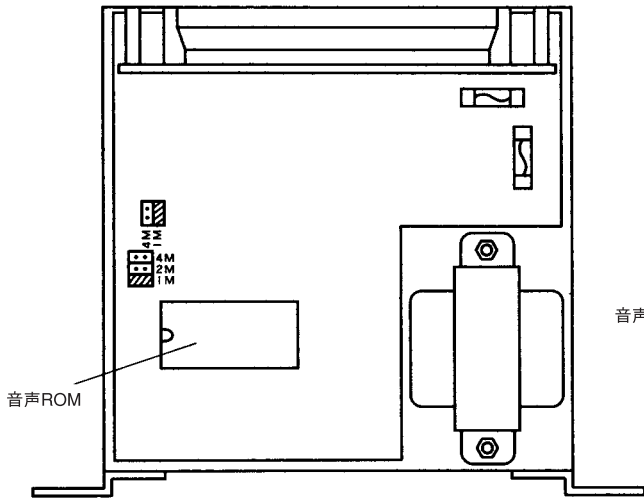

図7. 部品配置図
- 図7、8を参照に基板上にある音声ROM（ソケット式）を引き抜きます。
- 使用する音声ROMタイプ（1M、2M、4M）に変更がある場合、基板上のジャンパーの設定を変更します。（図7及び表2参照）